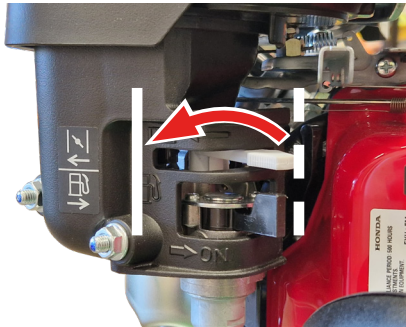

Fig. 7D – Manípulo de ar de arranque fechado.
4. Coloque o manípulo de ar de arranque na posição *fechada* (Fig. 7D). Nota: colocar o manípulo de ar de arranque nesta posição não é necessário se o motor estiver quente ou se a temperatura do ar for elevada.